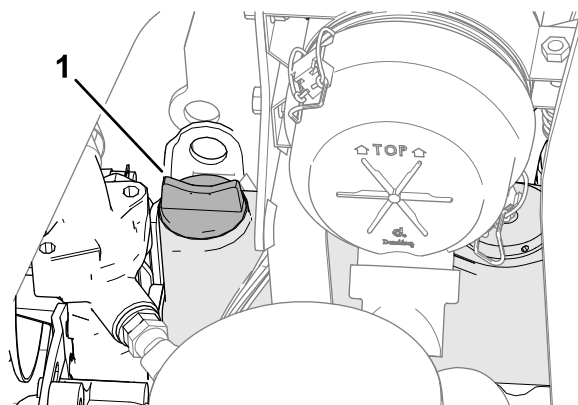

Figura 73
5. Se l'olio è insufficiente, togliete il tappo di rifornimento (Figura 73) e aggiungete lentamente piccole quantità di olio, controllando spesso il livello, finché non raggiunge il segno di pieno sull'asta.